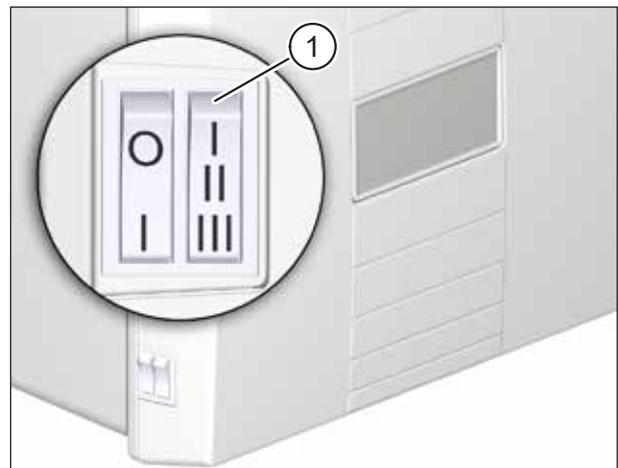

Abb. 17: Filterwechselanzeige zurücksetzen
- ▶ Wählen Sie innerhalb von drei Sekunden am Stufenschalter (Pos. 1 in Abb. 17) nacheinander die Lüftungsstufen **I-II-III-II-I**. Das Lüftungsgerät piept zur Bestätigung.
- ▶ Wählen Sie, während das Gerät piept, erneut innerhalb von drei Sekunden am Stufenschalter (Pos. 1 in Abb. 17) nacheinander die Lüftungsstufen **I-II-III-II-I**.